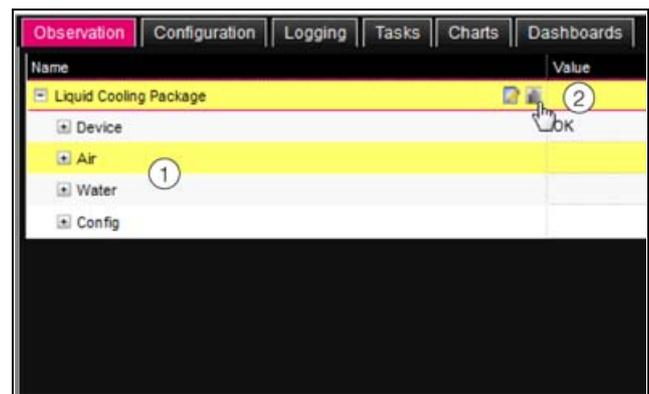

Abb. 83: Baumstruktur
Wenn nach Anwahl der Ebene „Liquid Cooling Package“ die untergeordneten Einträge „Device“, „Air“, „Water“ usw. angezeigt werden (Abb. 83) schalten Sie folgendermaßen auf die grafische Darstellung um:
- Drücken Sie das farbige „Grafik“-Symbol hinter dem Eintrag „Liquid Cooling Package“ in Form eines stilisierten Diagramms (Abb. 83, Pos. 2).
Die Anzeige wechselt in die Baumdarstellung (Abb. 83) und Sie können gezielt auf die einzelnen Einstellwerte für das Liquid Cooling Package zugreifen.